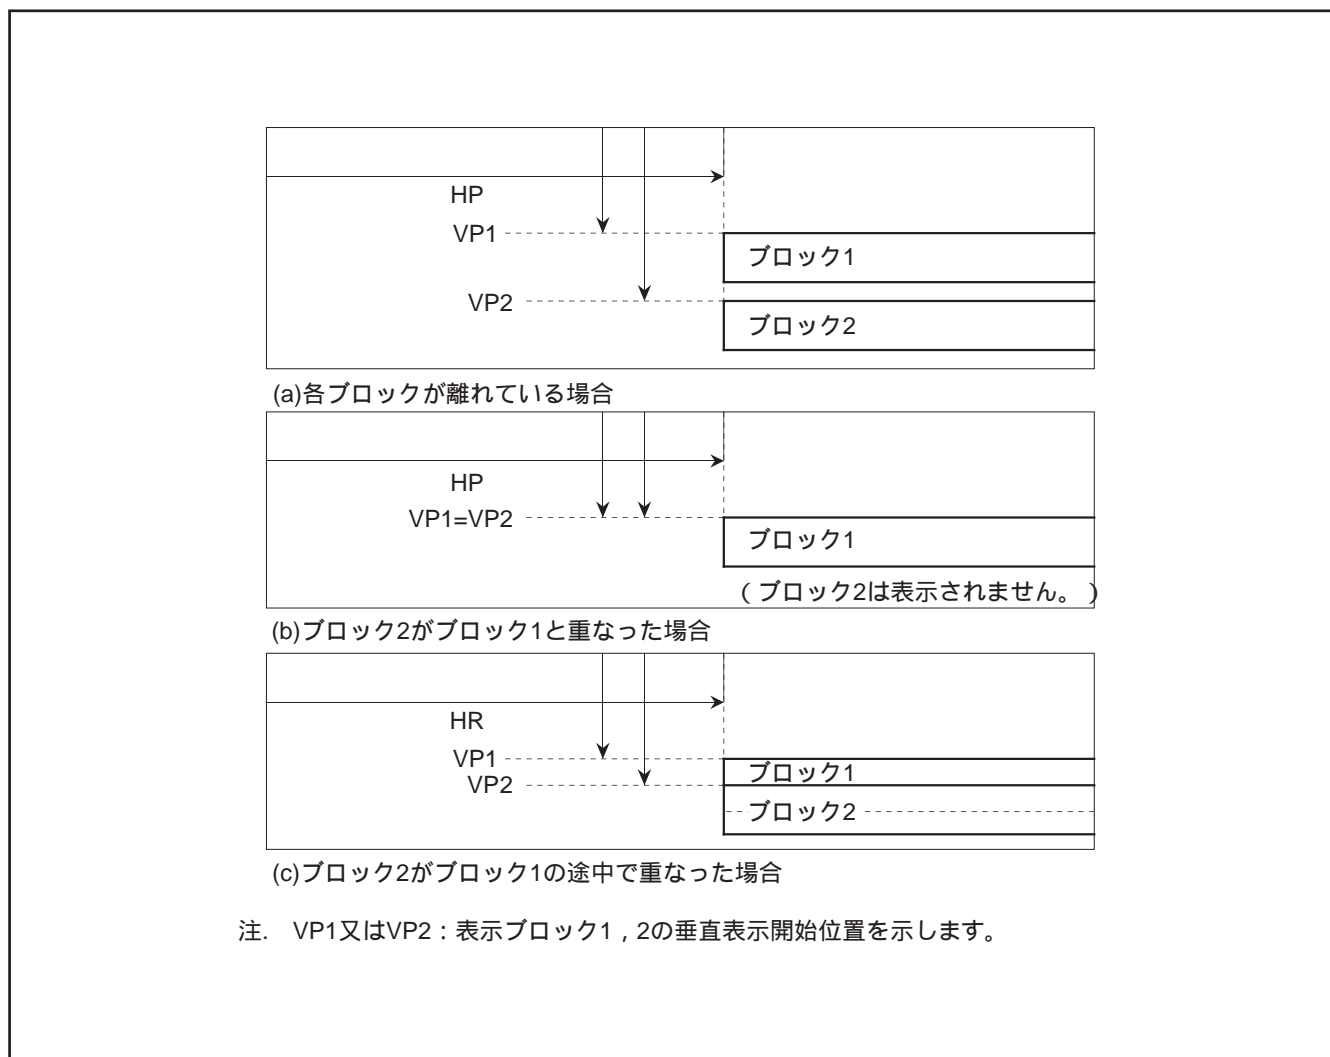

図8.11.5 表示位置
- ・ ブロック1とブロック2が重なった場合（図8.11.5の(b)）、ブロック1が前面に表示されます。
- ・ 1つのブロック表示中に、他のブロックの表示開始位置がきた場合（図8.11.5の(c)）は、垂直表示開始位置の設定値が大きい方が表示されます。